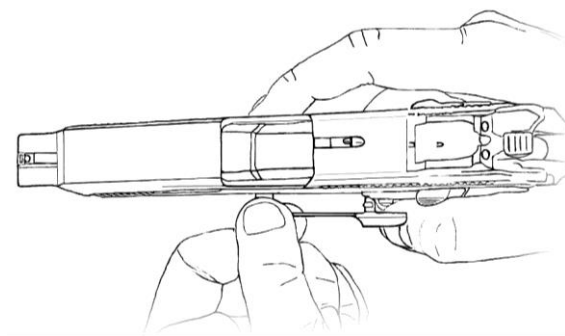

Рис. 50. Отделение замыкателя от рамки
3. Отделить замыкатель от рамки, для чего с правой стороны пистолета сдвинуть его пальцем или протиркой, или, уперев на жесткую поверхность и взявшись пальцами у стержня замыкателя с левой стороны пистолета, вынуть из отверстия в рамке (рис. 50).